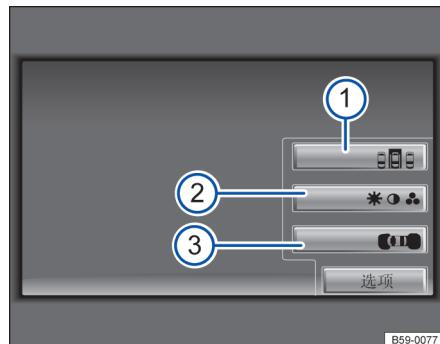

图 126 前部和后部驻车距离警报系统选项菜单
在配备驻车辅助系统的汽车上切换显示：	如果汽车配备了驻车辅助系统，则通过点击屏幕上的按钮 选项 ⇒ 图 126①，则可以从可视驻车系统的显示切换到驻车辅助系统的图像。